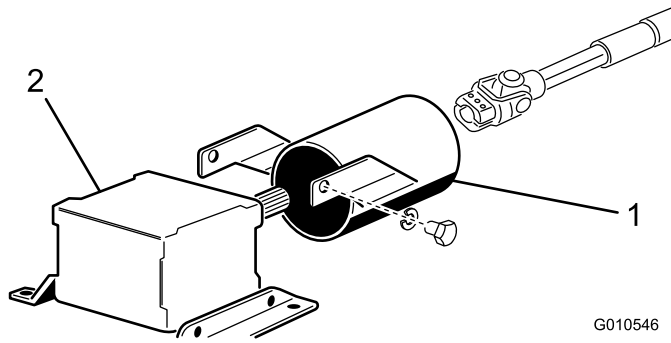

Figure 8
- Retirez les 2 boulons et rondelles-freins qui fixent les supports de montage du capot de PDF au boîtier d'engrenages (Figure 8). Mettez les fixations de côté pour le remontage ultérieur.
- Enfilez le capot de protection de l'arbre de PDF sur l'arbre de PDF, en le positionnant comme illustré à la Figure 8.